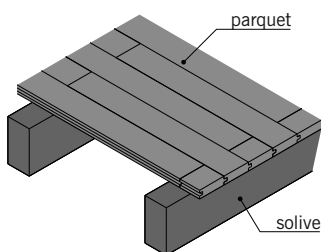

fig. 10.2
- La pose sur solives (fig. 10.2).